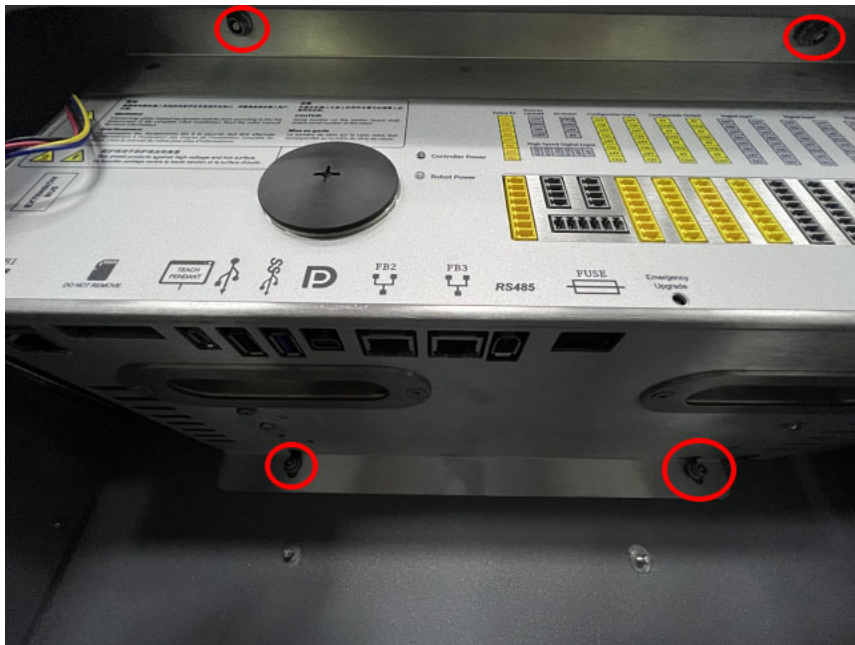

图 3-23 控制柜六角法兰面尼龙防松螺母位置
- 关闭控制柜并断开电源线，打开控制柜机柜，将控制柜躺平，并拆除 4 颗六角法兰面尼龙防松螺母，如图 3-23 所示；